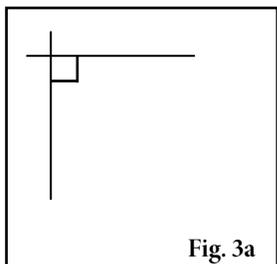
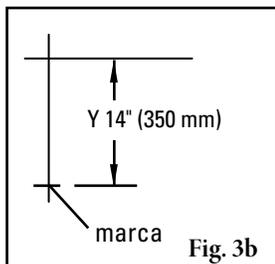
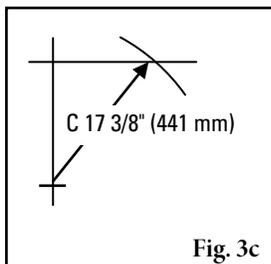

Fig. 3a
Fig. 3b
Fig. 3c
3. **Determine la medida final.** En una superficie vertical plana, con un nivel, trace una línea horizontal y una vertical creando un triángulo rectángulo (Fig 3a). Mida desde la intersección en la medida "Y" establecida y marque (Fig 3b). Con la cinta mida comenzando en la marca "Y" modificada, mueva la cinta a lo largo de la línea de "X" y marque la medida "C" donde cruza la línea "X" (Fig 3c). Mida desde la intersección hacia la intersección "C" y esta será su nueva medida "X" (Fig 3d).